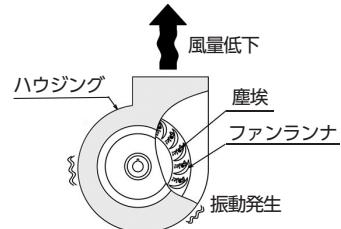

図3-4 嘘による現象
- ・ファン内部に異物の混入や塵埃の付着が無いか確認してください。塵埃が堆積しますと、風量の低下、アンバランスによる振動の発生の原因になります。(図3-4参照)